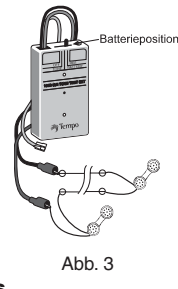

Abb. 3
- Falls eine Quelle für Sprechbatteriestrom erforderlich ist, den Schieberegler in die „BATTERY“-Position bringen. Dann Fernmeldetechniker-Prüfgeräte oder Telefone in Serie mit der Prüfgerätsleitung anschließen (siehe Abbildung 3).